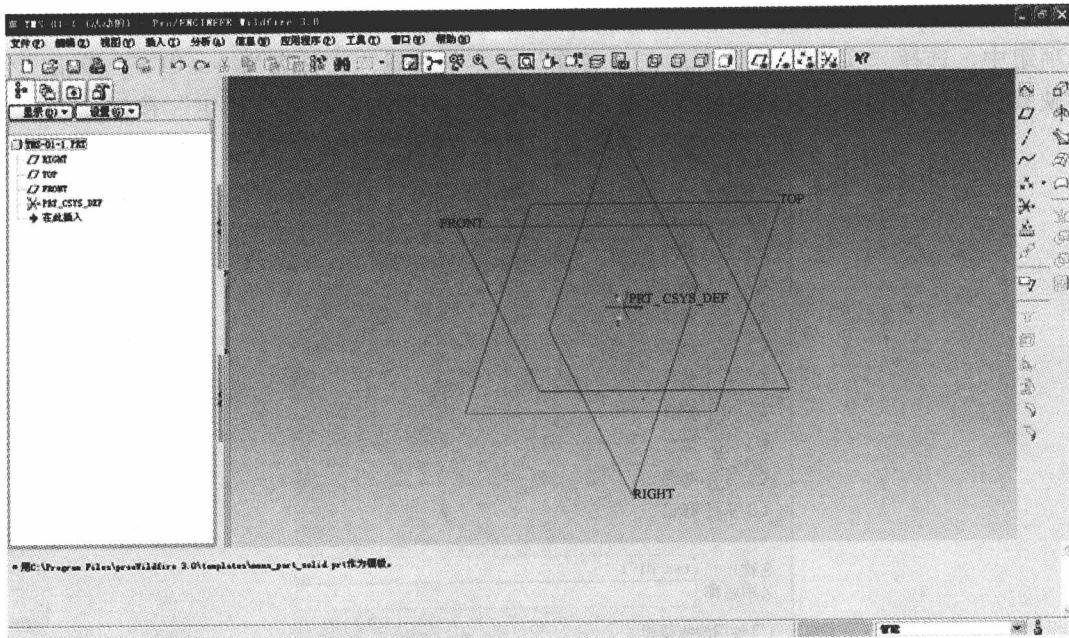

图 1-4 零件设计模式
4) 进入零件设计模式, 新零件文件中有三个预定义基准平面 RIGHT、TOP、FRONT 和一个基准坐标系 PRT_CSYS_DEF, 如图 1-4 所示。